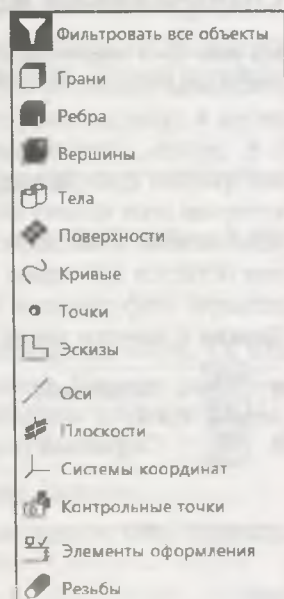

Рис. 23.2. Выпадающее меню **Выделить: Фильтровать все объекты**
- ◆ из Строки Главного меню ► Выделить ► Фильтровать все объекты (рис. 23.2);